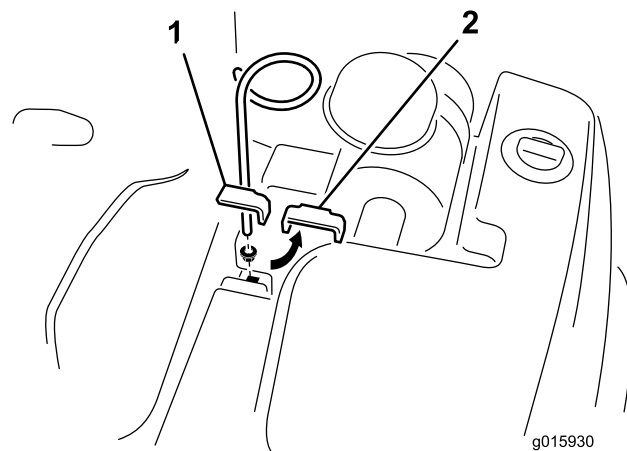

図 6
1. 油圧タンク用の上クランプをフレームに固定しているボルト、ワッシャ、ナットを外す 図 6。外したクランプ、ボルト、ワッシャ、ナットは捨てる。
2. フランジナット付属部品を使って、ホースガイドを取り付ける。ホースガイドは 図 6 のように組み付ける。